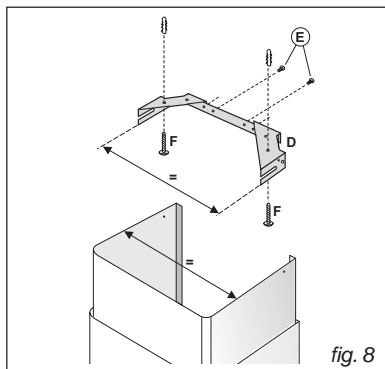

fig. 8
- Regulér bredden af støttebeslaget (D) på teleskoprøret ved hjælp af skrueerne (E) angivet på Fig. 8. Herefter fastgøres beslaget ved hjælp af de medfølgende ravplugs og skruer (F). Fastgør beslaget til loftet og sørg for at det er på linje med emhætten.